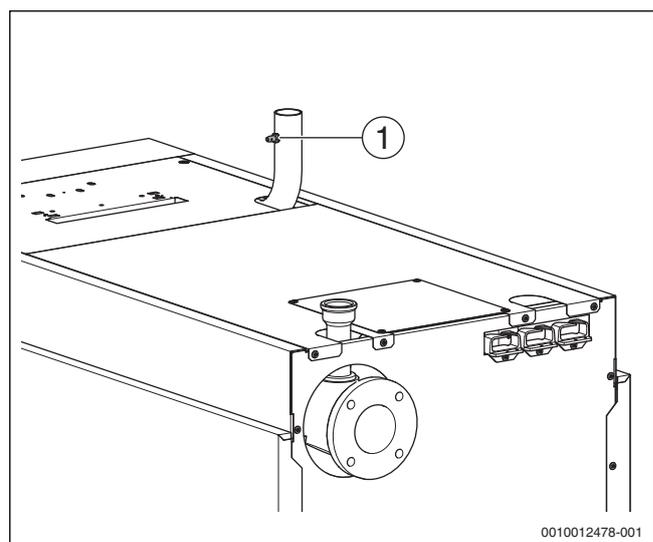

Bild 28 Gasleitung entlüften
- ▶ Verschlusschraube des Prüfnippels (→ Bild 28, [1], Seite 26) für den Gas-Anschlussdruck und Entlüftung um 2 Umdrehungen lösen.